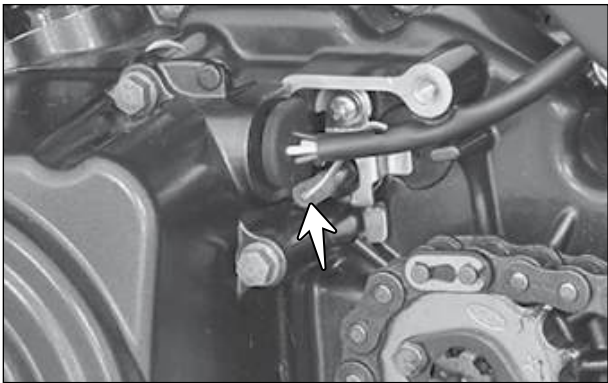

Fig. 5.45
- O fio laranja com listra preta (OrB) de saída DC do interruptor de ignição é conectado diretamente à lâmpada da luz de neutro. A lâmpada da luz de neutro é conectada ao terra através do interruptor de neutro (seta) montado no conjunto da carcaça do motor do lado esquerdo, logo acima do pinhão da corrente de transmissão. (Fig. 5.45)